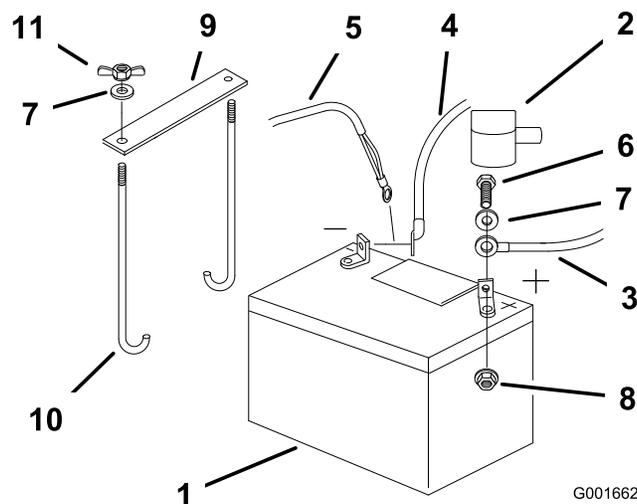

Figure 39
4. Commencez par débrancher le câble négatif et le câble de masse de la borne négative (-) de la batterie (Figure 39).
5. Ôtez le capuchon rouge de la borne positive (rouge) de la batterie. Débranchez ensuite le câble positif (rouge) de la batterie (Figure 39).
- Retirez les deux écrous à oreilles (1/4 pouce) de fixation de la barrette de maintien de la batterie (Figure 39).
- Placez la batterie dans son support en tournant les bornes vers le moteur (Figure 39).
- Fixez les câbles avec 2 boulons (1/4 x 3/4 po), 2 rondelles (1/4 pouce) et 2 contre-écrous (1/4 pouce) (Figure 39).
- Fixez la batterie en position avec des boulons en J, une barrette de maintien et 2 rondelles (1/4 pouce), ainsi que 2 écrous à oreilles ((1/4 pouce)) (Figure 39).